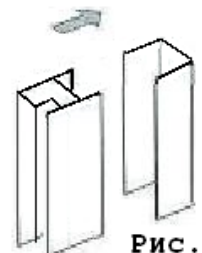

Рис. 1
1. Разъедините пристенные /2/ и боковые /3,9/ профили (рис.1).